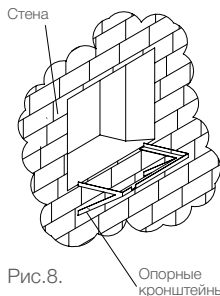

Рис.8.
- 1 Для устойчивой установки устройства и обеспечения нормальной работы, необходимо установить опорные кронштейны. (Рис. 8)